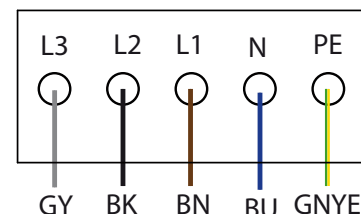

Bild 15: AC-Anschlussklemmen
- 6. Leitungen entsprechend der Beschriftung der Leiterplattenklemmen (Bild 15) anschließen.